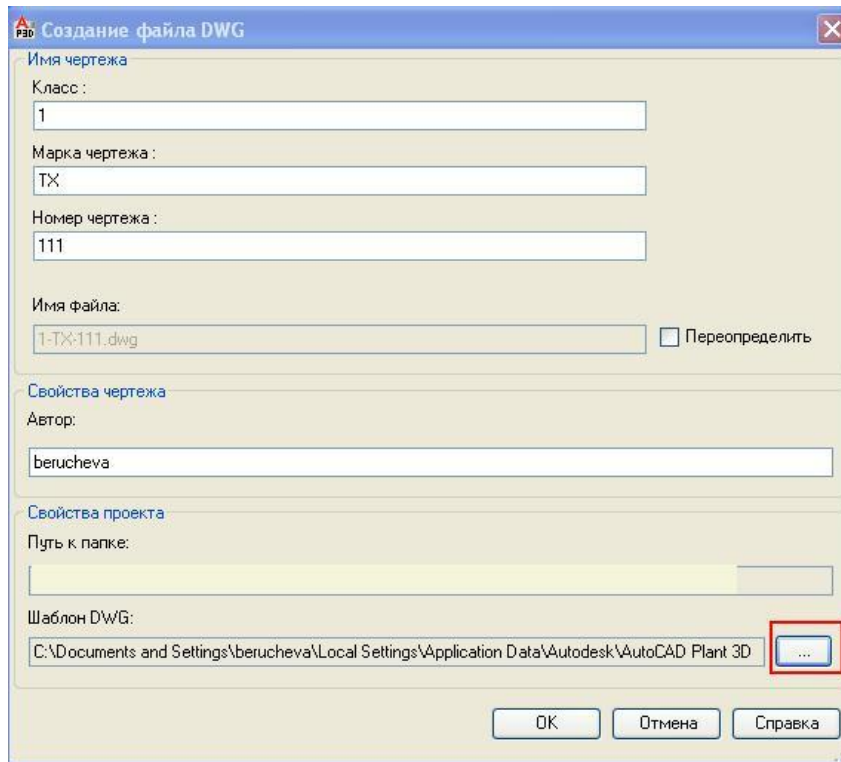

Рис. 120
- Задайте шаблон форматки, нажав на кнопку справа от поля **Шаблон DWG** (Рис. 120).